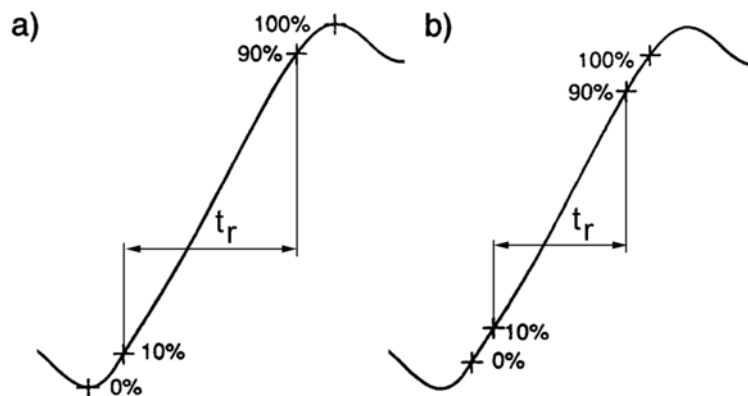

Abb. 9 Messen der Anstiegszeit t_r eines Impulses (nach: Tektronix)
3. An den richtigen Stellen messen. Wird automatisch gemessen: darauf achten, was die Automatik wirklich leistet (Abb. 9).